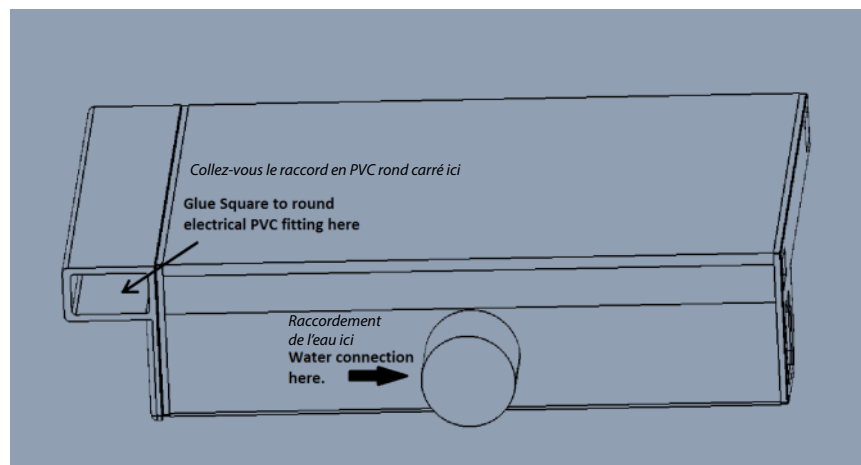

Figura 5: Conducto de PVC en ambas puntas
Cuando esté preparando la instalación, la Cascada Brilliant Wonders es capaz de acomodar la tubería en cualquiera de los lados (Figura 5). Elija de qué lado instalar el tubo de PVC. Vea la sección 3.1.5 si planea cambiar la salida eléctrica de lado. Antes de fijar la cascada del todo, pegue el accesorio adaptador de PVC (D) con adhesivo a la parte trasera de la cascada del lado donde se hagan las conexiones eléctricas. Golpee gentilmente la tapa cuadrada (E) adentro de la parte trasera del lado opuesto con un martillo de goma para el sellado.